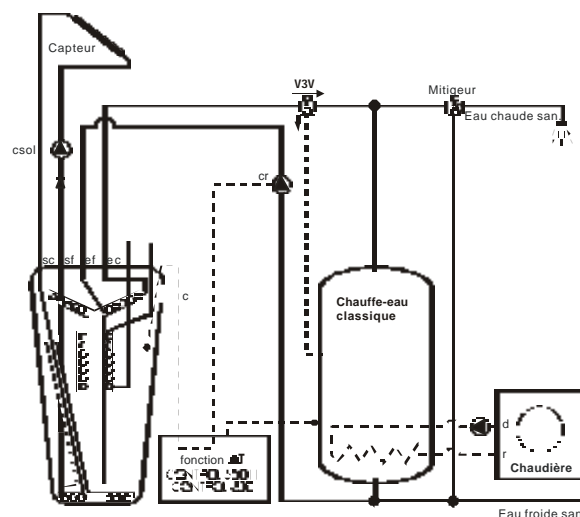

figure 3
- Pour puisage important (maison avec plusieurs familles) avec volume d'eau chaude sanitaire limité (figure 3)